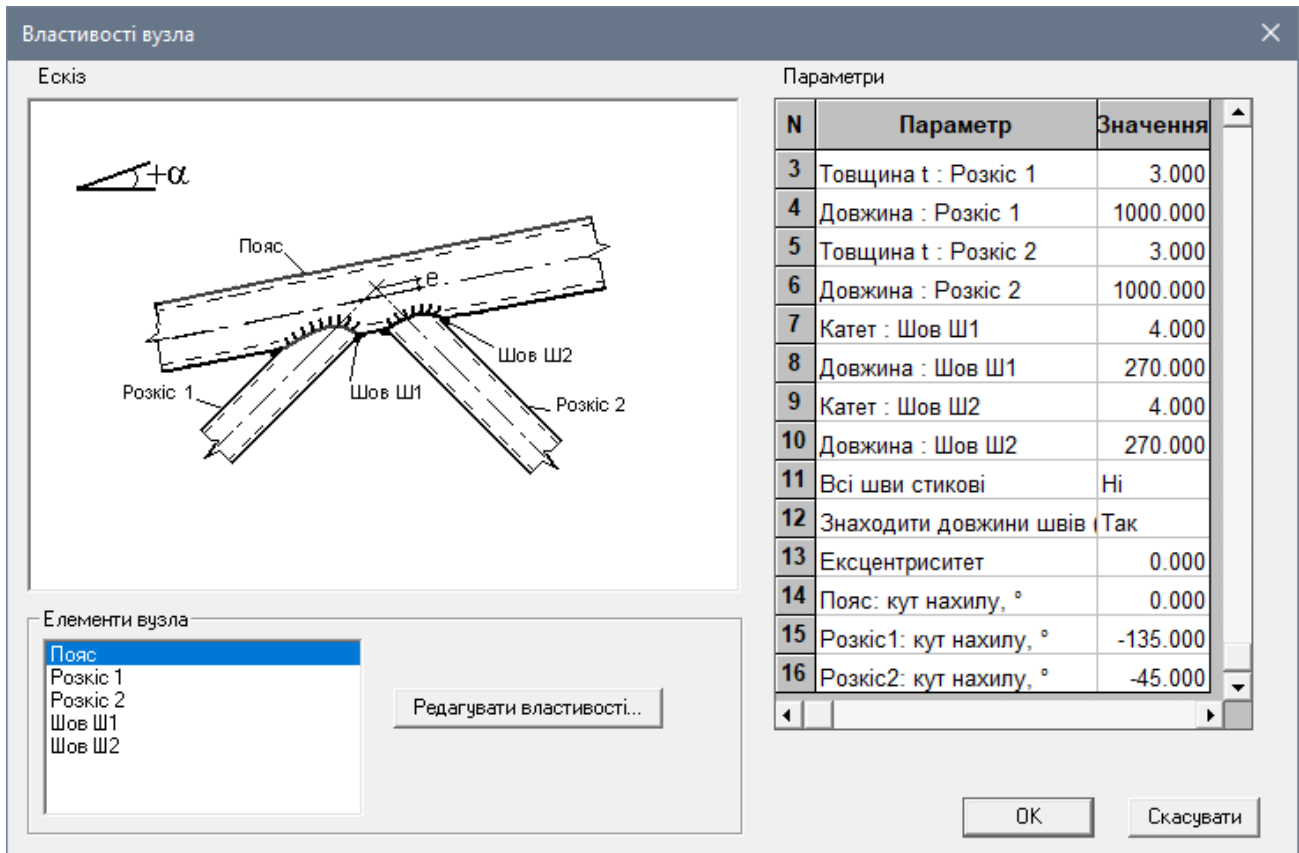

Рис. 20.8. Діалогове вікно **Властивості вузла**
- В діалоговому вікні **Властивості вузла** (рис. 20.8) задайте перерізу і марку сталі для елементів ферми, а також довжини елементів та їх кути нахилу.